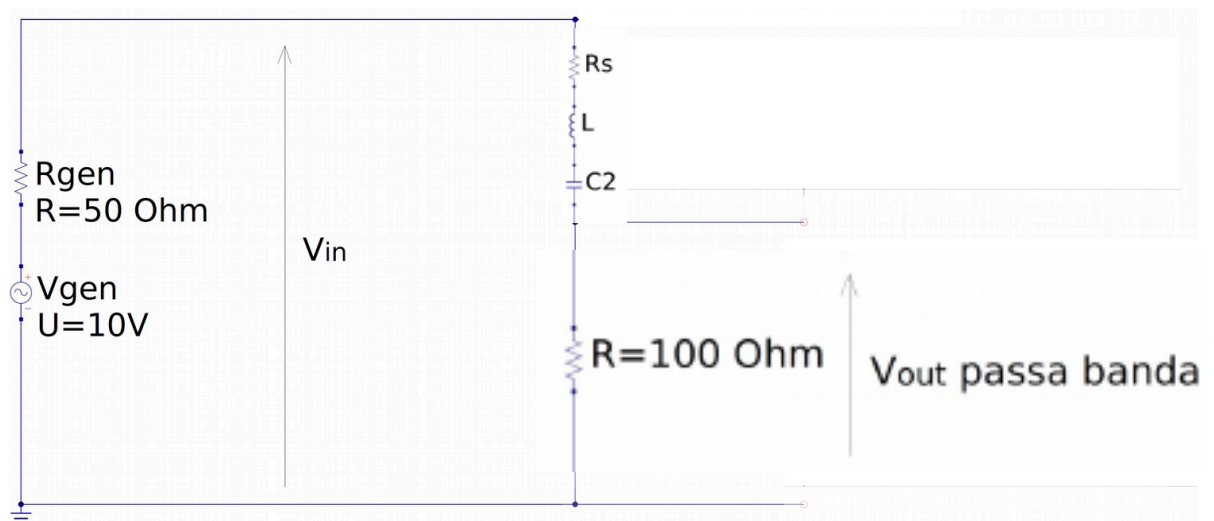
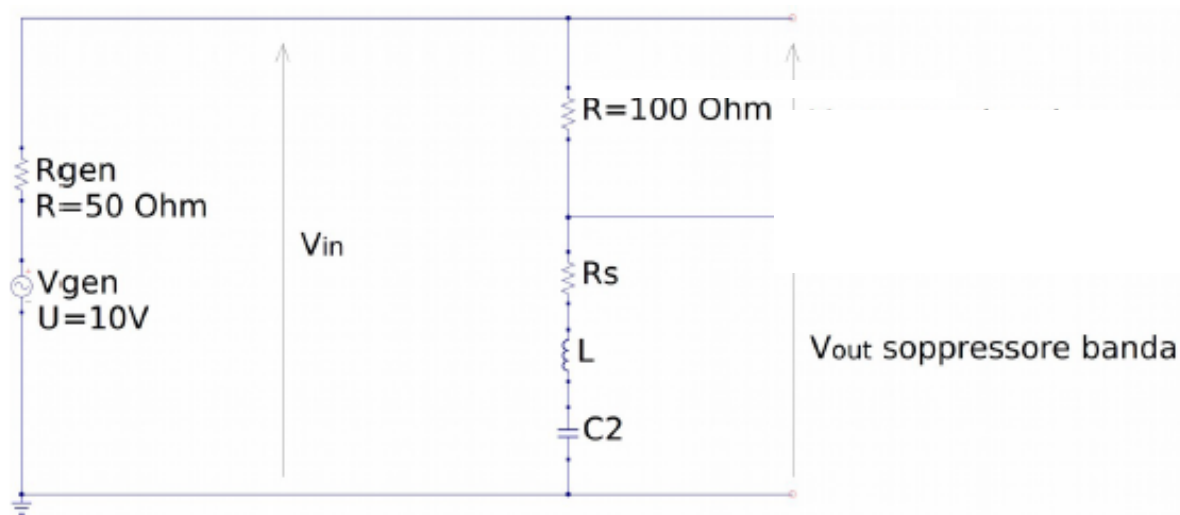

Fig.3 Circuito RCL passa banda, con generatore e induttanza reali
Fig.4 Circuito RCL soppressore di banda, con generatore e induttanza reali
I circuiti risonanti presentati in fig. 3 e 4 hanno rispettivamente caratteristiche di filtro passa banda e soppressore di banda.
1. Costruire sulla basetta il circuito di fig. 3 o 4, usando un'induttanza di qualche mH ed un condensatore con capacità C tale da avere una frequenza di risonanza f_R di qualche kHz.
Attenzione! La tensione in ingresso, V_{in} , è quella ai capi della serie RLC nei circuiti di fig. 3 e fig.4. Infatti, poiché il generatore di tensione ha una sua impedenza di uscita ($50\ \Omega$), la tensione V_{in} è originata dal partitore di tensione ai capi della serie RLC, quindi non è equivalente alla tensione erogata dal generatore. Per convincersene, si può graficare V_{in} in funzione della frequenza.